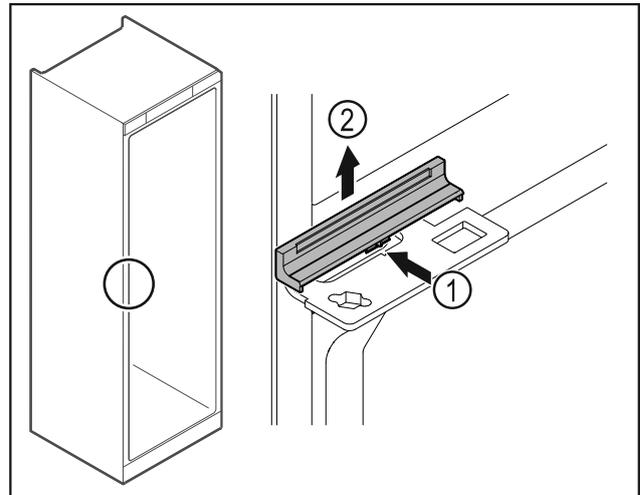

Fig. 46
- Abdeckung Fig. 46 (1) in der Mitte leicht eindrücken und nach oben abnehmen Fig. 46 (2).